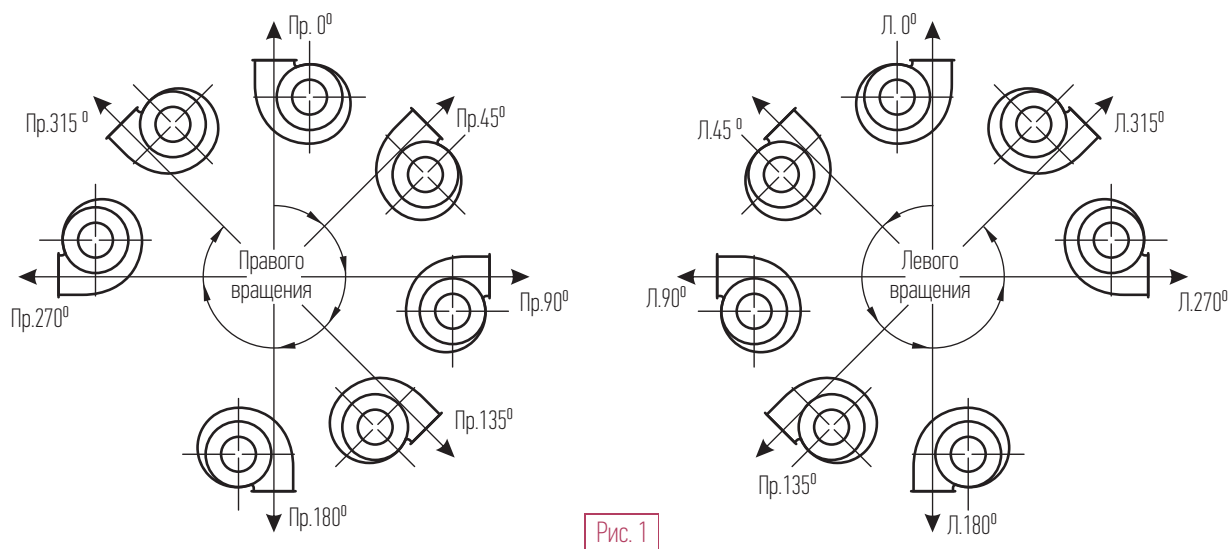

Рис. 1
- Вентиляторы в спиральном корпусе изготавливаются правого или левого вращения. Правого вращения – с колесом, вращающимся по часовой стрелке, левого вращения – с колесом, вращающимся против часовой стрелки, если смотреть со стороны всасывающего отверстия вентилятора. Спиральный корпус вентилятора, согласно ГОСТ 5976-90, допускает установку угла поворота выходного фланца с шагом 45°. Углы поворота корпуса отсчитываются по направлению вращения рабочего колеса относительно нулевого положения выходного фланца вентилятора при выходе воздуха вверх (рис. 1).